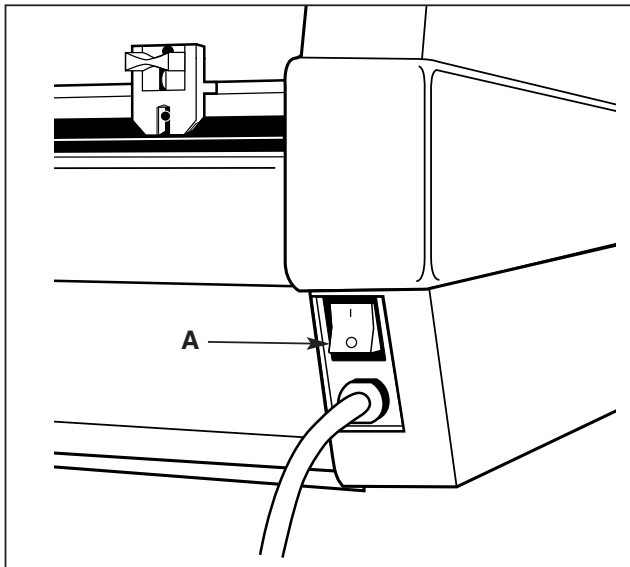

Figure 1
**A. POWER SWITCH:** Located at the back of the machine applies power to the laminator. The "POWER" lamp will illuminate when position marked "I" is pushed. The off position marked "O" removes power from the laminator (Figure 1).
**A. INTERRUPTEUR :** se trouve à l'arrière de l'appareil et lui donne le courant. Le voyant « POWER » s'allume lorsqu'on enfonce la position « 1 ». La position « off » ou arrêt marquée d'un « 0 » coupe le courant de la plastifieuse (figure 1).